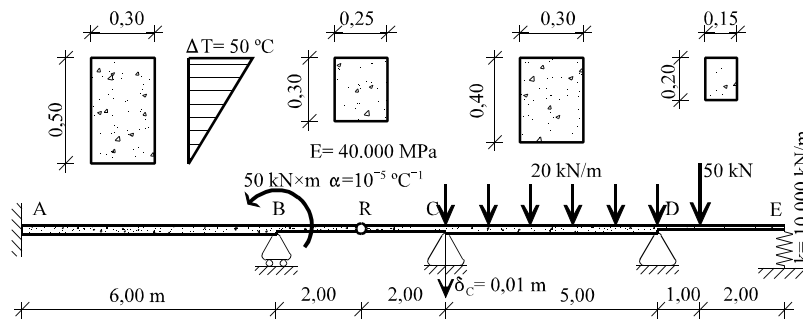

Figura 15
15) La viga continua de cuatro vanos de la figura 15 tiene una rótula en el punto medio R del vano BC. Las secciones de los vanos son rectangulares, distintas todas ellas y se dibujan encima de cada vano. El material es hormigón; su módulo de elasticidad y su coeficiente de dilatación se dan en la figura. La rigidez del apoyo elástico en E se da también en la figura. Las cargas son: